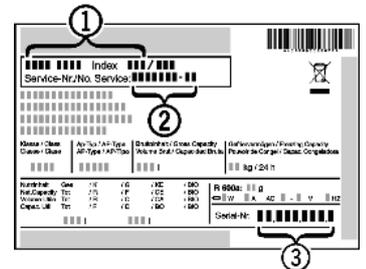

Fig. 9
- ▶ Leggere la denominazione dell'apparecchio *Fig. 9 (1)*, il n° assistenza *Fig. 9 (2)* e il n° di serie *Fig. 9 (3)* sulla targhetta identificativa. La targhetta identificativa è situata all'interno dell'apparecchio, sul lato sinistro.
- ▶ Informare il servizio di assistenza e comunicare il difetto, la denominazione dell'apparecchio *Fig. 9 (1)*, il n° assistenza *Fig. 9 (2)* e il n° di serie *Fig. 9 (3)*.